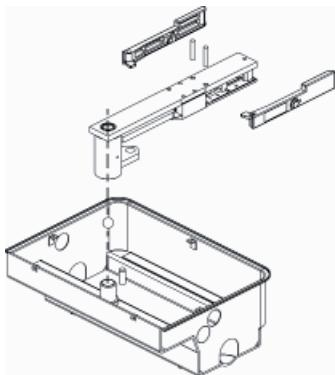

Fig. 8
- Zet de ontgrendelingshendels in elkaar op de draagbeugel, en zet deze op de pen van de behuizing, samen met de bijgeleverde kogel (Fig. 8).